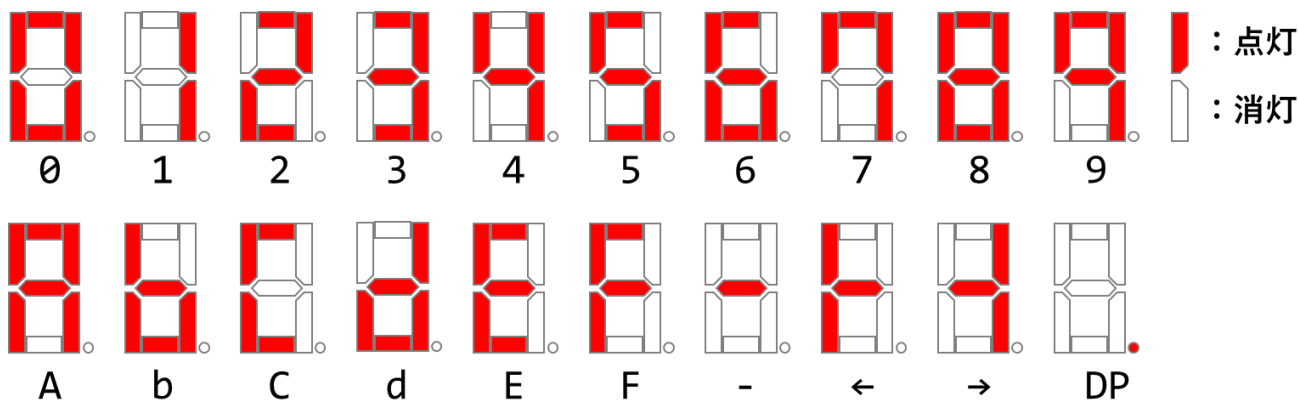

図4 7セグメントLEDの表示
- (5) 作成した課題のソースリストを USB メモリにコピーすること。コピーは競技時間内に行うこと。(提出は競技終了後で良い)
- (6) 7セグメントLEDは、表示を読み取ることが出来ること。また、点灯パターンは図4の通りとする。